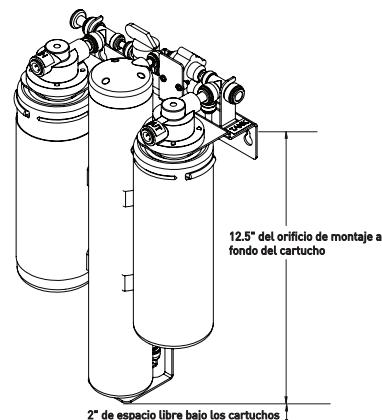

Figure 19
- Al montar el sistema de ósmosis inversa ROM IV, se necesitan dos (2) tornillos para montar la cabeza. Mida desde el piso del gabinete 15.5" (39.4 cm). Vea Figure 19. Esto dejará espacio libre para cambiar los cartuchos. Los dos (2) tornillos estarán a 14" (35.6) de distancia y a nivel. Atornille los dos (2) tornillos al muro. Deje una separación de 1/8" entre la cabeza del tornillo y el muro. El lado posterior de la cabeza del sistema tiene dos (2) ranuras que se adaptan bajo las cabezas de los tornillos y se deslizan hacia abajo para bloquearse.